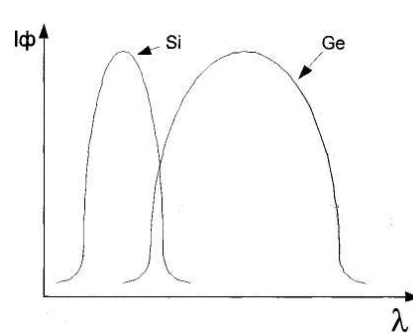

Рис. 3.21. Спектральна характеристика фотодіода.
3) спектральна характеристика – це залежність фотоструму від довжини хвилі світлового випромінювання $I_\phi = f \lambda$ (рис. 3.21).